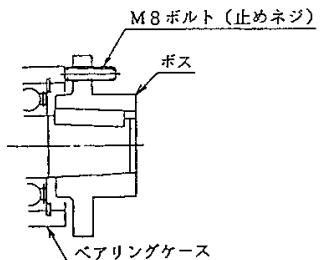

図 9-11
- ・ 機械後方に回り、Vベルトを外します。(図 9-11)
締め込んでボスを主軸より取り外してください。(図 9-11)